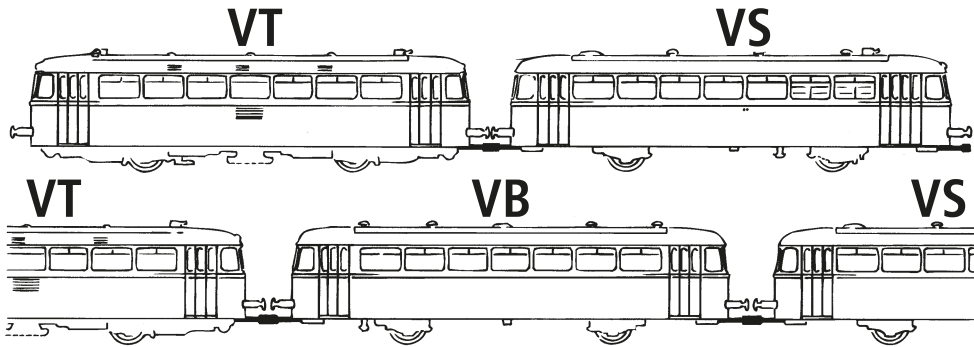
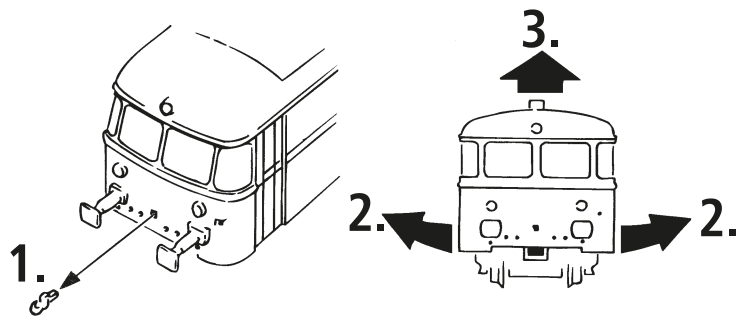
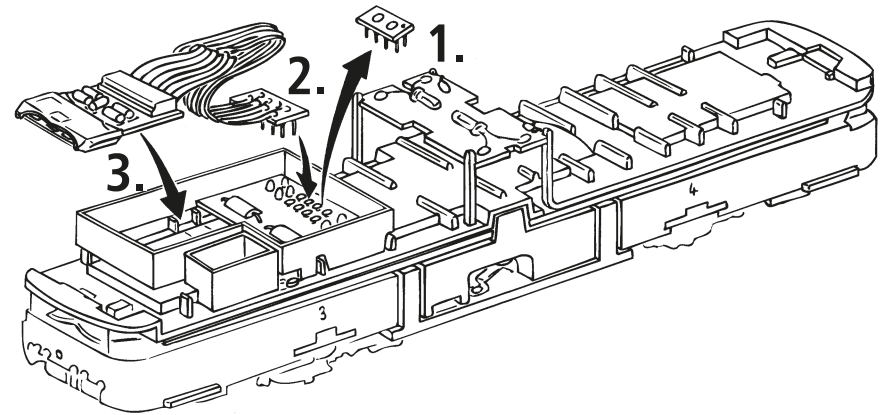

Fig. 3
Fig. 4
Fig. 5
**Mehrzugbetrieb:** Zuerst Lokgehäuse abnehmen (Fig. 3). Danach den Brückenstecker aus der Schnittstelle entfernen (diesen sorgsam aufbewahren). Danach den Stecker des Steuerbausteins lagerichtig einsetzen (siehe Fig. 4).
**2. Schmierung:** Versehen Sie die im Schmierplan in Fig. 5 gekennzeichneten Stellen mit nur **kleinen Öltropfen**. Dazu zuerst das Lokgehäuse abnehmen (Fig. 3). Wir empfehlen den ROCO **Öler Art.-Nr. 10906**. Fürs Schmieren der Getriebeteile (Zahnräder, Schnecke) empfehlen wir das **ROCO-Spezialfett Art.-Nr. 10905**. Im Falle der Schmierung diese Teile **nicht ölen**.
**3. Haftreifenwechsel:** Zuerst den Getriebedeckel abnehmen (Fig. 4). Danach den **Radsatz** herausnehmen und die **Haftreifen** mit einer Nadel od. mit einem feinen Schraubendreher abziehen (Fig. 7). Beim Aufziehen der neuen Haftreifen darauf achten, dass diese sich nicht verdrehen.
**4. Lämpchenwechsel:** Bitte nehmen Sie zuerst das Gehäuse ab (Fig 3). Danach können Sie die Lämpchen wechseln (Fig 6).
**5. Kohlebürstenwechsel:** Lokgehäuse abnehmen (Fig. 3). Danach wird der Motor ausgebaut und die Kohlebürsten ausgewechselt (Fig. 5).
Remove the jumper from the interface. Finally put the plug of the chip into the interface as shown in fig. 4.
**2. Lubrication:** Apply **tiny oil drops** to spots marked in fig. 5. Prior to lubrication dismantle locomotive (fig. 3). We recommend using item no. **10906, ROCO oiler**. For lubrication the gearparts (e.g. cogwheels, worm) we would recommend our ROCO **special grease** (item no. **10905**).
**3. Change of traction tyre:** Remove the gear cover (fig. 4). Take out **wheel set** and remove **traction tyre** using a pin or a fine screwdriver (fig. 7). When pressing on the new traction tyre please **avoid twisting it**.
**4. Change of lights:** First remove loco body (fig. 3), and then change lights (fig. 6).
**5. Carbon Brush Changing:** First remove loco body (fig. 3), and then the motor (fig. 5).
Enlevez la fiche de shuntage de l'interface (à conserver!) et enfichez finalement la fiche du module de télécommande aux prises de l'interface. Veillez à la position correcte de la fiche (voir fig. 4).
**2. Graissage:** N'appliquez **qu'une toute petite goutte** aux endroits indiqués par le plan de graissage (fig. 5) après avoir démonté la caisse de la locomotive (fig. 3). Nous vous recommandons **le graisseur à huile ROCO réf. 10906**. Pour graisser les engrenages (roues dentées, vis sans fin) nous vous conseillons la **graisse spéciale ROCO réf. 10905** pour engrenages en matières synthétiques. Lorsque vous utilisez cette graisse il faut éviter d'huiler ces composants.
**3. Échange des bandages d'adhérence:** Démontez d'abord **le couvercle du carter des engrenages** des en-grenages (fig. 4). Délogez ensuite les essieux bandagés et enlevez, à l'aide d'une aiguille ou d'un tourne-vis fin, les bandages d'adhérence (fig. 7). Lors du montage des nouveaux bandages veuillez veiller à ce que les bandages **ne soient pas tor-dués**.
**4. Remplacement des ampoules:** Veuillez démonter d'abord la caisse de votre locomotive (fig. 3), puis vous pouvez échanger les ampoules (voir fig. 6).
**5. Remplacement des balais du moteur:** Démontez la caisse (voir fig. 3). Démontez ensuite le moteur et échangez le balais (fig. 5).